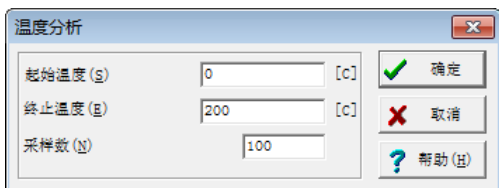

图 21 温度分析对话框
④ 温度分析：执行【分析|直流分析|温度分析】菜单命令，出现如图 21 所示的温度分析对话框，设置起始温度为 0，终止温度为 200，点击【确定】按钮后，出现如图 22 所示的温度分析曲线。